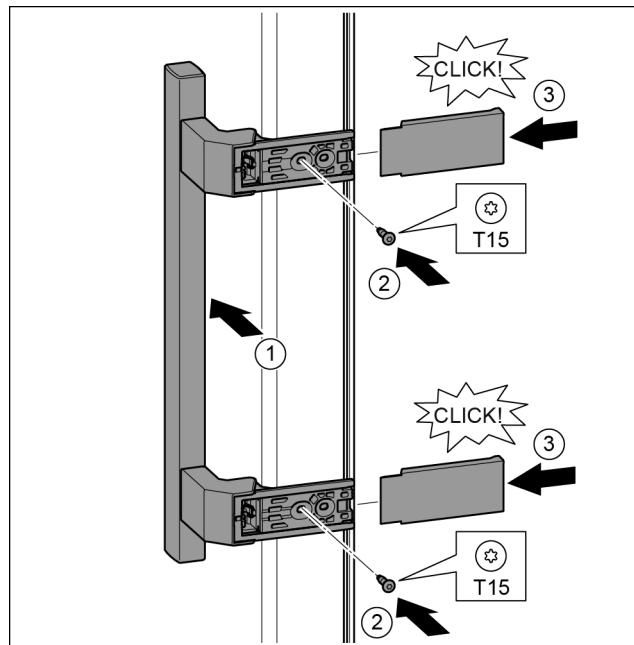

Fig. 39
- Встановіть ручку з протилежного боку. Fig. 39 (1)
- Закрутіть гвинти за допомогою викрутки T15. Fig. 39 (2)
- Встановіть кришки з боків та вставте їх. Fig. 39 (3)